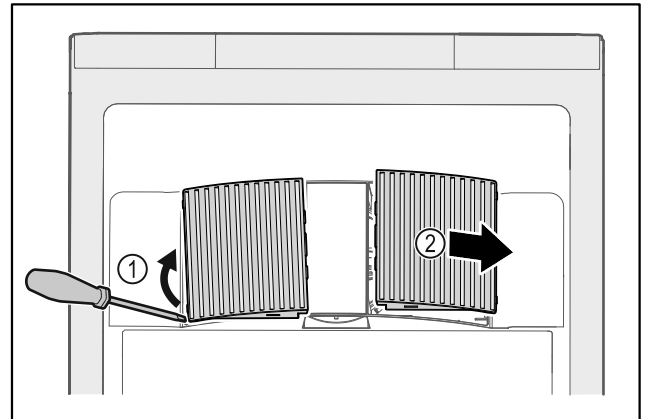

Fig. 150
- ▶ Αναμοχλεύστε προσεκτικά από το πλάι τα καλύμματα του ανεμιστήρα Fig. 150 (1) και αφαιρέστε τα προς τα εμπρός Fig. 150 (2).